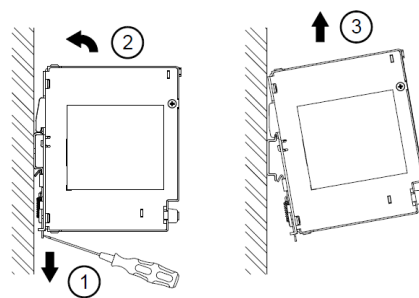

图. 6.2 拆卸
5. 拆卸时，先用螺丝刀卸下栓锁如图 6.2 所示，然后将 PSU 电源反向滑出，松开栓锁后，从导轨上取下。